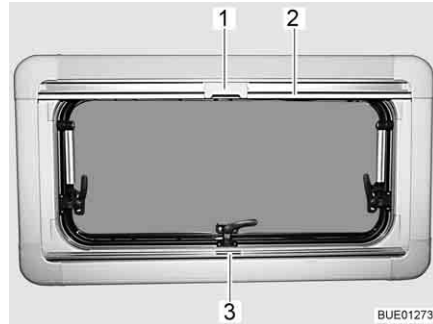
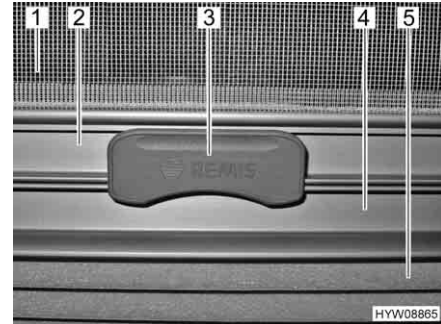

Fig. 35 Finestra apribile
Fig. 36 Aggancio
La tendina oscurante pieghevole (Fig. 36,5) è montata nella cassetta inferiore.
- Afferrare la tendina oscurante pieghevole per la parte centrale della barra di presa (Fig. 35,3 e Fig. 36,4), tirarla dal basso verso l'alto e rilasciarla nella posizione desiderata. La tendina oscurante pieghevole rimane in questa posizione.
La zanzariera a rullo (Fig. 36,1) è montata nella cassetta superiore.
- Tirare la zanzariera a rullo accompagnandola con la barra di presa (Fig. 35,2 e Fig. 36,2) verso il basso, fino a quando la barra di presa non arriva a contatto con la tendina oscurante pieghevole (Fig. 36,4).
- Bloccare l'aggancio (Fig. 35,1 e Fig. 36,3) della zanzariera a rullo nella barra di presa della tendina oscurante pieghevole. Se l'aggancio risulta bloccato, la tendina oscurante pieghevole e la zanzariera a rullo possono essere spostate insieme.
- Premere in alto l'aggancio (Fig. 36,3) sulla zanzariera a rullo.
- Riconduurre lentamente la zanzariera a rullo accompagnandola con la barra di presa (Fig. 35,2).